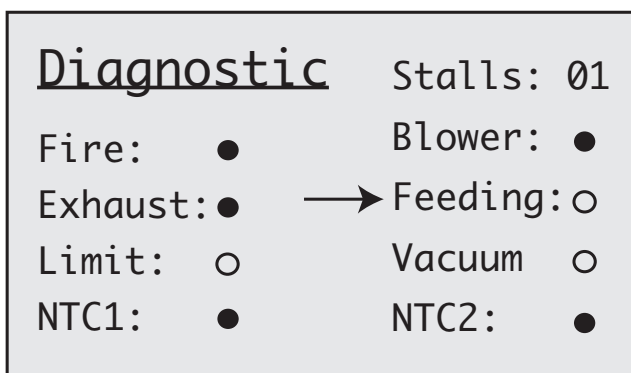

Figure 29
2. À l'aide de la touche de **DÉFILEMENT BAS**, aller à l'option 6 : « **DIAGNOSTICS** ». Appuyer sur **ENTRÉE**. Le menu « **DIAGNOSTICS** » s'affiche à l'écran. **VOIR FIGURE 29.**